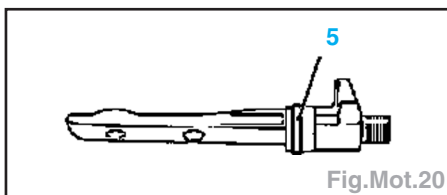

Fig.Mot.20
- Faire glisser la bague d'étanchéité neuve (5) sur la traverse de l'injecteur et l'enduire d'une mince couche de graisse silicone (Fig.Mot.20).